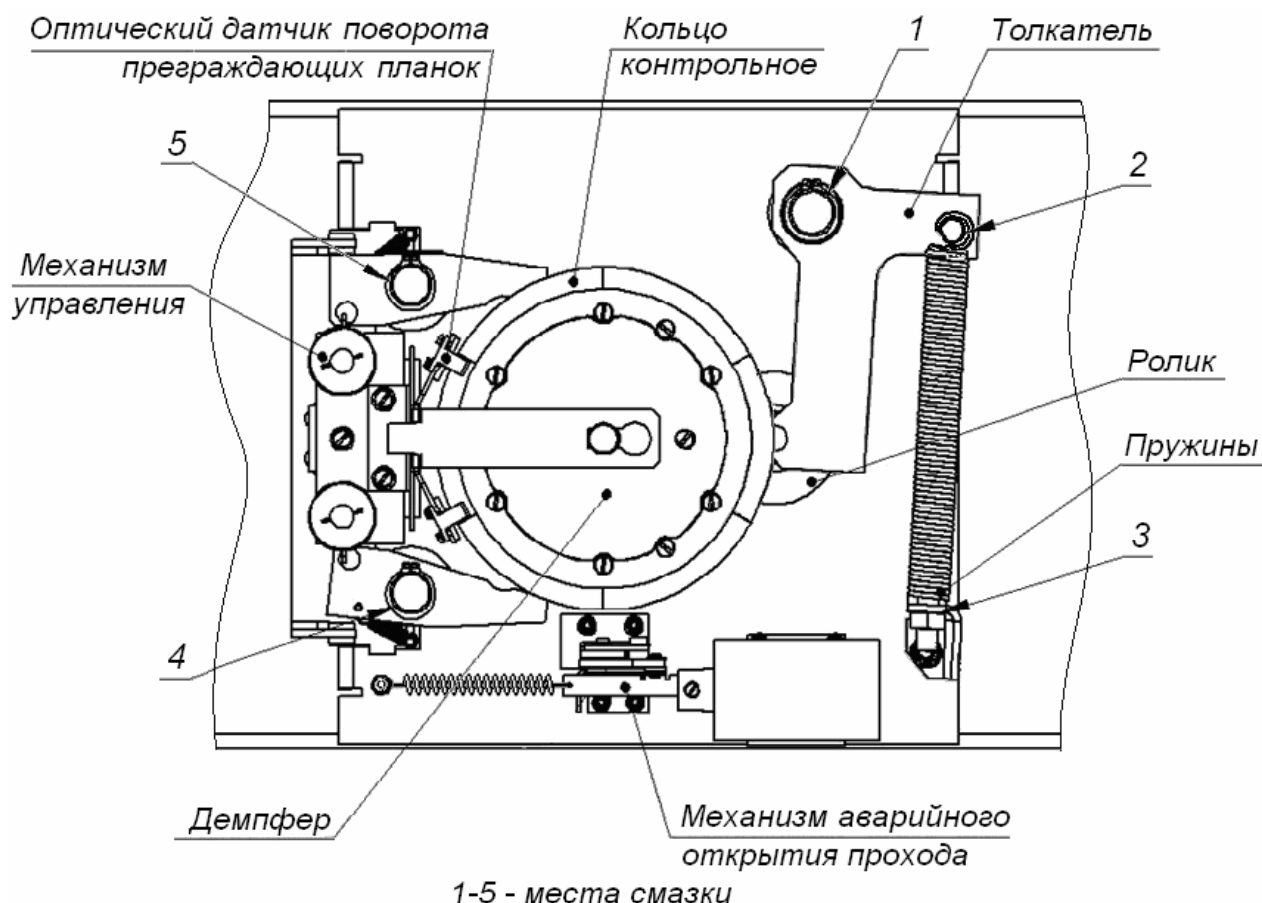

Рисунок 15. Расположение внутренних деталей и узлов стойки ЭП
2. Снимите крышку (3) в порядке, указанном в разделе 6 «Маркировка и упаковка».
4. Осмотрите устройство доворота (толкатель, пружины и ролик), оптические датчики поворота преграждающих планок и демпфирующее устройство (см. рис. 15).
6. Выполните смазку узлов трения механизма ЭП смазкой ШРУС-4. Не допускайте попадания смазки на поверхность кольца диска контрольного и на ролик. Смазку производите в следующих точках (места смазки указаны на рис. 15):
8. Проверьте крепление преграждающих планок (4) в шарнирных узлах турникета и, при необходимости, подтяните крепежные винты.